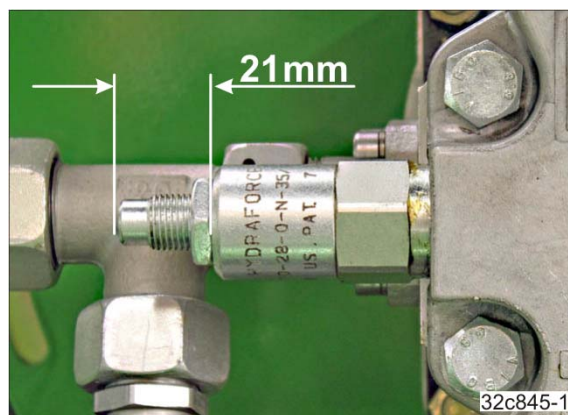

Fig. 172
2. Das Druckbegrenzungsventil auf das werkseitig eingestellte Maß „21 mm“ (Fig. 172) einstellen.